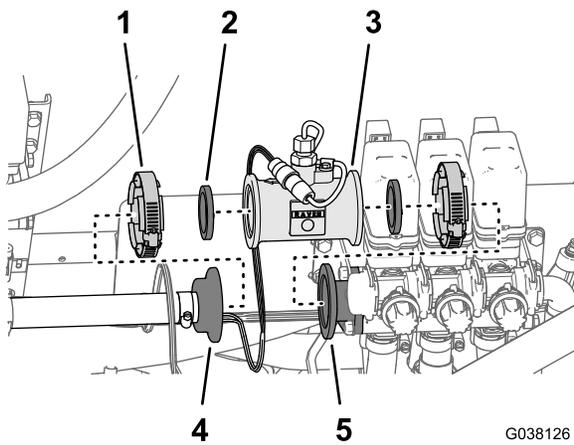

図 16
1. フローメータのホースのバーブ付きフランジフィッティングをフローメータに固定しているフランジクランプを取り外す 図 16。
- 左ブームバルブのところでフローメータをアダプタフィッティングに固定しているフランジクランプを外す 図 16。
- バルブマニホールドから、フローメータとガスケット2枚を外す 図 16。